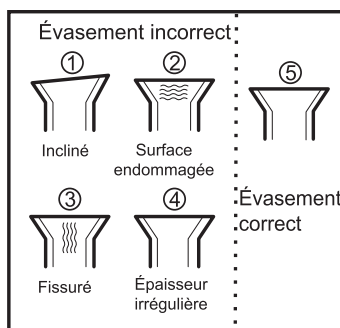

Fig. 7
- Évasez les tuyaux ; Insérez la sortie du tuyau dans l'écrou en cuivre avant d'évaser le tuyau. Assurez-vous que le trou est plan avec une surface correcte et une épaisseur régulière. (Fig. 7).